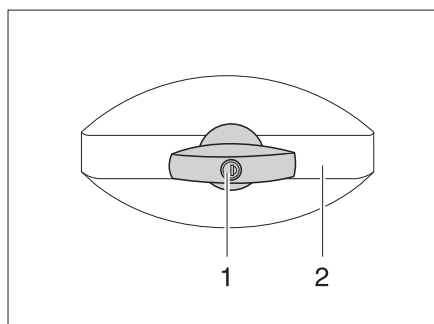

Fig. 27 Serrure du portillon, en forme d'ellipse
- Insérer la clé dans le barillet (Fig. 27,1) et la tourner d'un quart de tour dans le sens inverse des aiguilles d'une montre. La poignée de la serrure (Fig. 27,2) ressort.